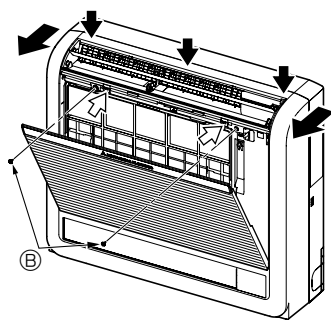
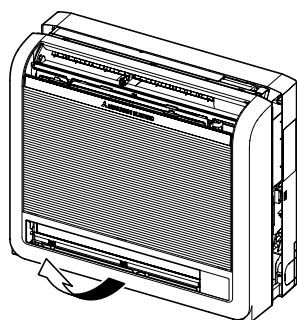

Fig. 3-3
Fig. 3-4
- ① Appuyez sur les 2 positions indiquées par les flèches et ouvrez la grille avant. (Fig. 3-3)
- ② Ouvrez la grille avant et retirez les deux vis.
- ③ Ouvrez l'ailette horizontale de la sortie d'air supérieure, poussez le haut du panneau frontal en trois endroits différents, puis sortez le haut de la grille de l'appareil intérieur.
- ④ Soulevez la grille avant pour la retirer. (Fig. 3-4)